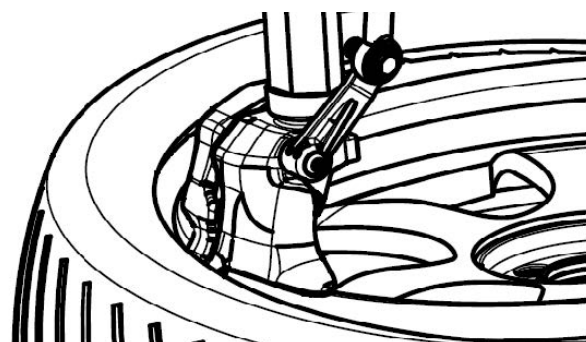

FIG 30
- Une fois que la tête de démontage est entrée dans la lèvre du pneu, tirer vers le haut la valve de contrôle pour soulever la lèvre du pneu sur la partie circulaire convexe de la tête de démontage comme sur la **FIG30**. A ce moment, appuyez sur la pédale de rotation pour observer la lèvre du pneu et le crochet de démontage, s'il n'y a pas d'anomalie, appuyez sur la pédale de rotation pour faire tourner la table tournante dans le sens des aiguilles d'une montre afin de retirer le côté supérieur de la lèvre du pneu.